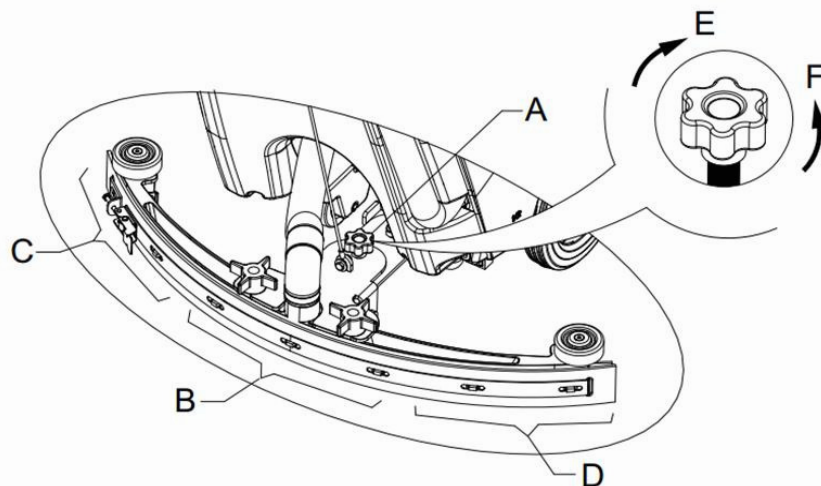

Figuur 8
1. (Alleen van toepassing op **AS430B** en **AS510B**): zorg ervoor dat de schakelaar (41) bijontkoppeld (**O**) staat.
2. Druk het stuur (2) omlaag om tank frame (26) op te tillen.
3. Zet de borstel (A) of de pad-houder (B - C) onder de deksel.
4. Gebruik het stuur (2) om tank frame(26) omlaag te zetten om in aanraking te komen met de borstel of pad-houder.
5. Om de borstel / padhouder automatisch te installeren, zet de schakelaar (41) naar de "I" positie en druk de veiligheidsschakelaar in (1). Duw de machine naar voren, om het mogelijk te maken dat de wiel op de bodem van de tankaf te laten stemmen met de borstel of padhouder. Laat vervolgens de schakelaar gekoppeld. Herhaal indien nodig deze procedure tot de borstel / padhouder is geïnstalleerd.
6. Als stap 5 hierboven moeilijk is, gebruik de handmatige werkwijze volgens de pijlpunt (D) om de borstel / padhouder (zie **Figuur 8**) te installeren.
7. Om de borstel / padhouder automatisch los te maken, zet de schakelaar (41) naar de "O" positie. Gebruik uw hand om het stuur in positie te houden en druk de machine omlaag totdat de gids wiel de grond raakt. Zet de hoofdschakelaar (41) op de "I" positie, en druk de veiligheidsschakelaar in. De borstel of padhouder draaien totdat de borstel / padhouder naar de vloerzakt.
8. Als Stap nummer 7 hierboven moeilijkis, gebruik dan de handmatige methode door de borstel / padhouder te draaien in de tegenovergestelderichting. (Zie **Figuur 8**)